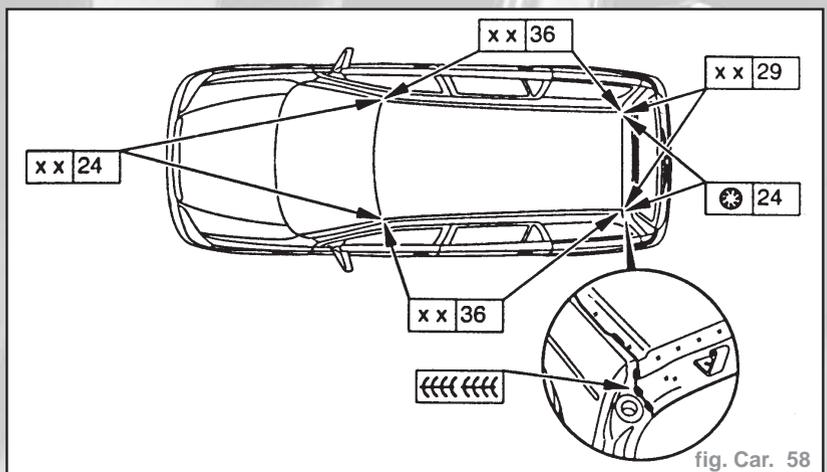

fig. Car. 58
- Préparer et ajuster le toit. Appliquer la colle PU pour vitrage (à 1 composant ou à 2 composants pour la pose des vitres) sur l'arceau de toit (cordon de colle Ø 10 mm) (voir ci-après). Appliquer de la peinture pour soudure par points sur la bride du toit. Souder le toit (fig. Car. 58). Étancher les soudures de la carrosserie.